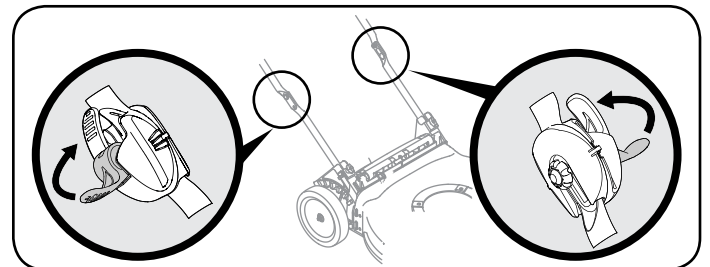

Figura 3
6. Coloque las palancas de desenganche en posición trabada. Vea la Figura 3.